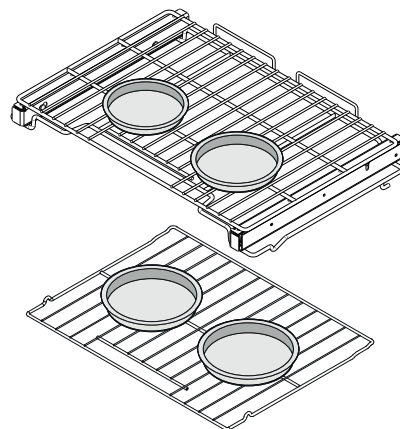

Figure 18 : Ustensiles espacés pour la cuisson des gâteaux
- Pour la cuisson des gâteaux, utilisez les positions de grilles suivantes et placez les ustensiles de cuisson comme indiqué à la Figure 18.